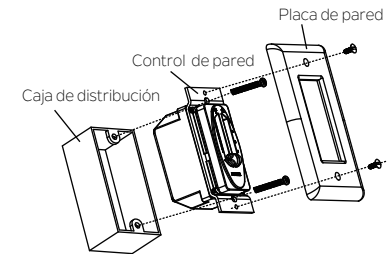

Fig. 23
**Paso 2.** Utilice los tornillos proporcionados para asegurar el control de pared a la caja de distribución eléctrica. (Fig. 23).